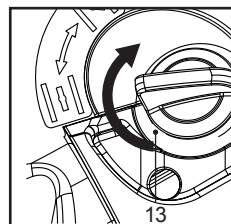
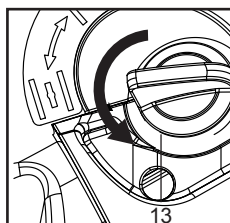

Fig. 20
Fig. 22
4. Pune șocul (13) în poziția  ÎNCHIS (Fig. 20).
3. Pune șocul (13) în poziția  ÎNCHIS (Fig. 20) și apoi rotește-l la poziția  DESCHIS (Fig. 22), în scopul de a deschide parțial accelerația pentru pornire ușoară.